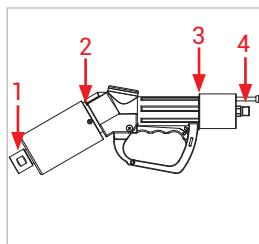

Abbildung 23
- Überprüfen Sie folgende Messstellen (Abbildung 23)
- WEH® Servicenippel (1)
- Stoßschutzhülse und Handgriff (2)
- Drehdurchführung und Handgriff (3)
- Verschraubung (4)